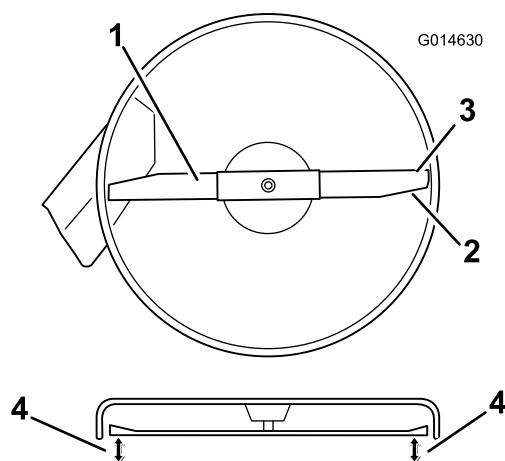

Figure 52
- Faites pivoter la ou les lames avec précaution pour qu'elles soient toutes parallèles (Figure 52).
5. Mesurez la distance entre les tranchants extérieurs et le sol plat (Figure 52). Si les deux mesures diffèrent de plus de 5 mm (3/16 po), un réglage s'impose. Poursuivez la procédure.